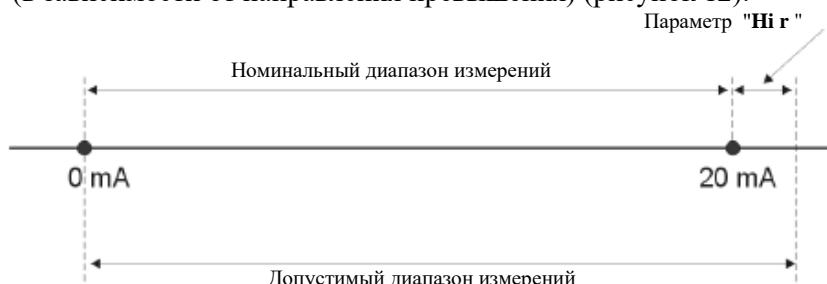

Рисунок 12 – Расположение измерительных диапазонов в режиме 0-20 мА
4.5.3 Если результат измерений выходит за пределы **допустимого диапазона измерений**, вместо результата появится сообщение "-Hi-" или "-Lo-" (в зависимости от направления превышения) (рисунок 12).